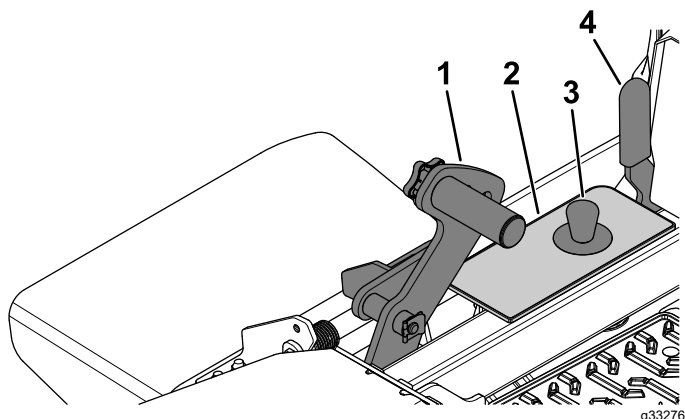

Figura 30
1. Presione el pedal de elevación de la carcasa hacia adelante del todo para bloquear la carcasa de corte en la posición de TRANSPORTE (que es también la posición de altura de corte de 140 mm), como se muestra en la Figura 30.
2. Para ajustar la altura de corte, retire el pasador del soporte de altura de corte (Figura 30).
3. Seleccione el taladro del soporte de altura de corte que corresponde a la altura de corte deseada, e inserte el pasador (Figura 30).